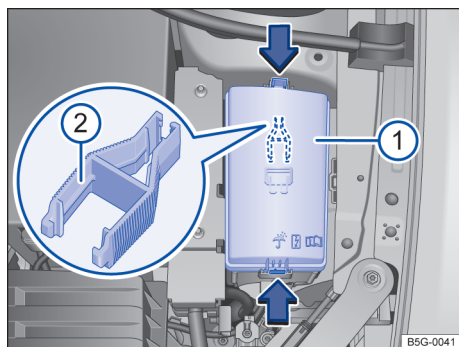

Fig. 225 No compartimento do motor: cobertura ⓘ da caixa de fusíveis com alicate de plástico ⓘ.
- Pressionar os botões de travamento no sentido da seta para destravar a cobertura da caixa de fusíveis → Fig. 225 ⓘ.
No lado interno da cobertura da caixa de fusíveis no compartimento do motor pode haver uma pinça de plástico para a retirada dos fusíveis → Fig. 225 ②.